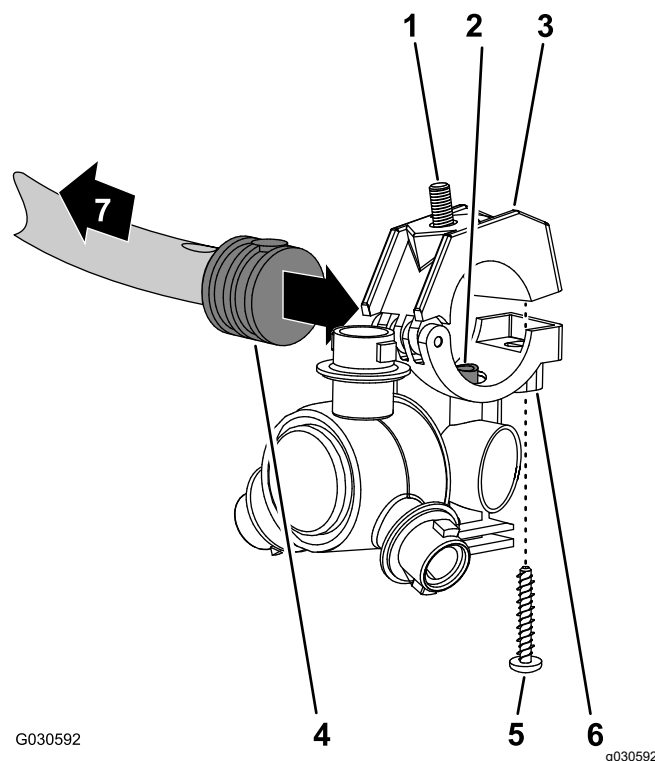

Figura 133
- Alinee el tubo de trasvase de la base de una boquilla de fumigación (Figura 133) con el orificio situado en el lado del conector dentado simple (1/2").
- Cierre la mitad superior de la abrazadera alrededor del conector de manguera dentado y sujete la mitad de la abrazadera y el cuerpo de la boquilla de fumigación (Figura 133) con el tornillo de acero inoxidable (Nº 12 x 1 1/4");